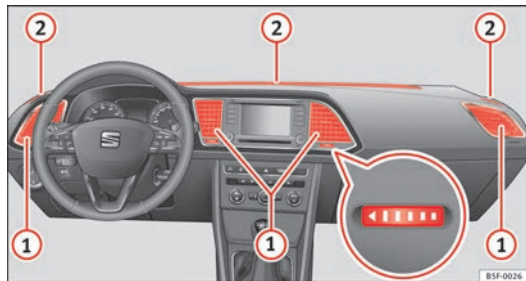

Fig. 116 En el tablero de instrumentos: difusores de aire.
Para garantizar la calefacción, refrigeración y ventilación dentro del habitáculo, los difusores de aire ⇒ fig. 116 ① deberían permanecer abiertos.